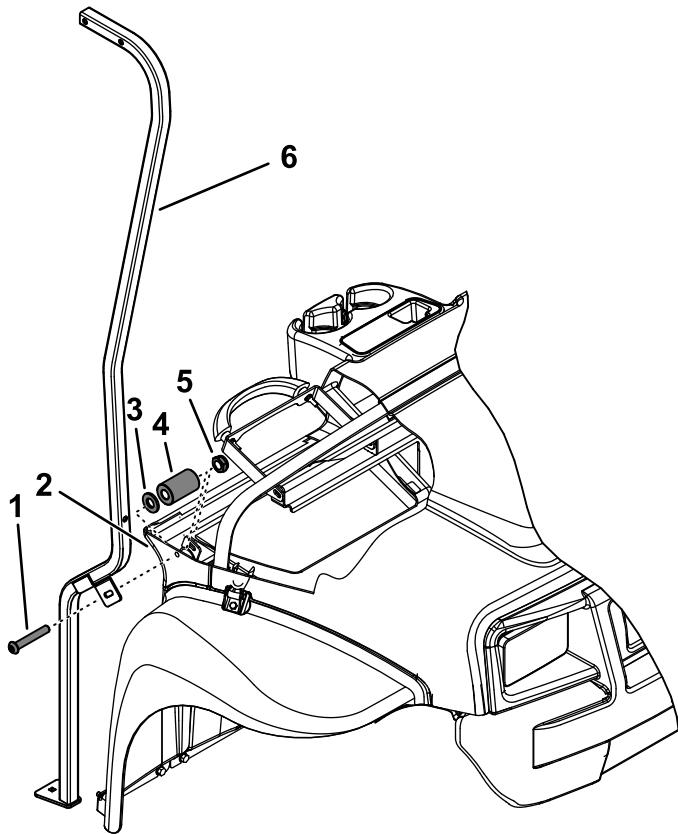

Figure 5
- Installez l'entretoise et la rondelle plate (11/32") entre la planche de bord et son support (Figure 5).
- Insérez la vis à tête ronde hexagonale (5/16" x 2") dans le support de l'abri, la planche de bord et son support (Figure 5).
- Installez l'écrou à embase (5/16") pour fixer le support de la planche de bord au support de l'abri (Figure 5).
9. Si la machine est équipée d'un système ROPS, placez les écrous à sertir dans les trous du ROPS (Figure 5).